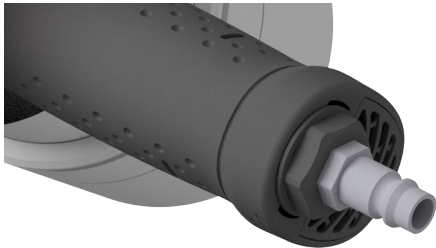

Abb. 12: Druckluftanschluss
1. ➔ Druckluftanschluss (Abb. 12) reinigen.